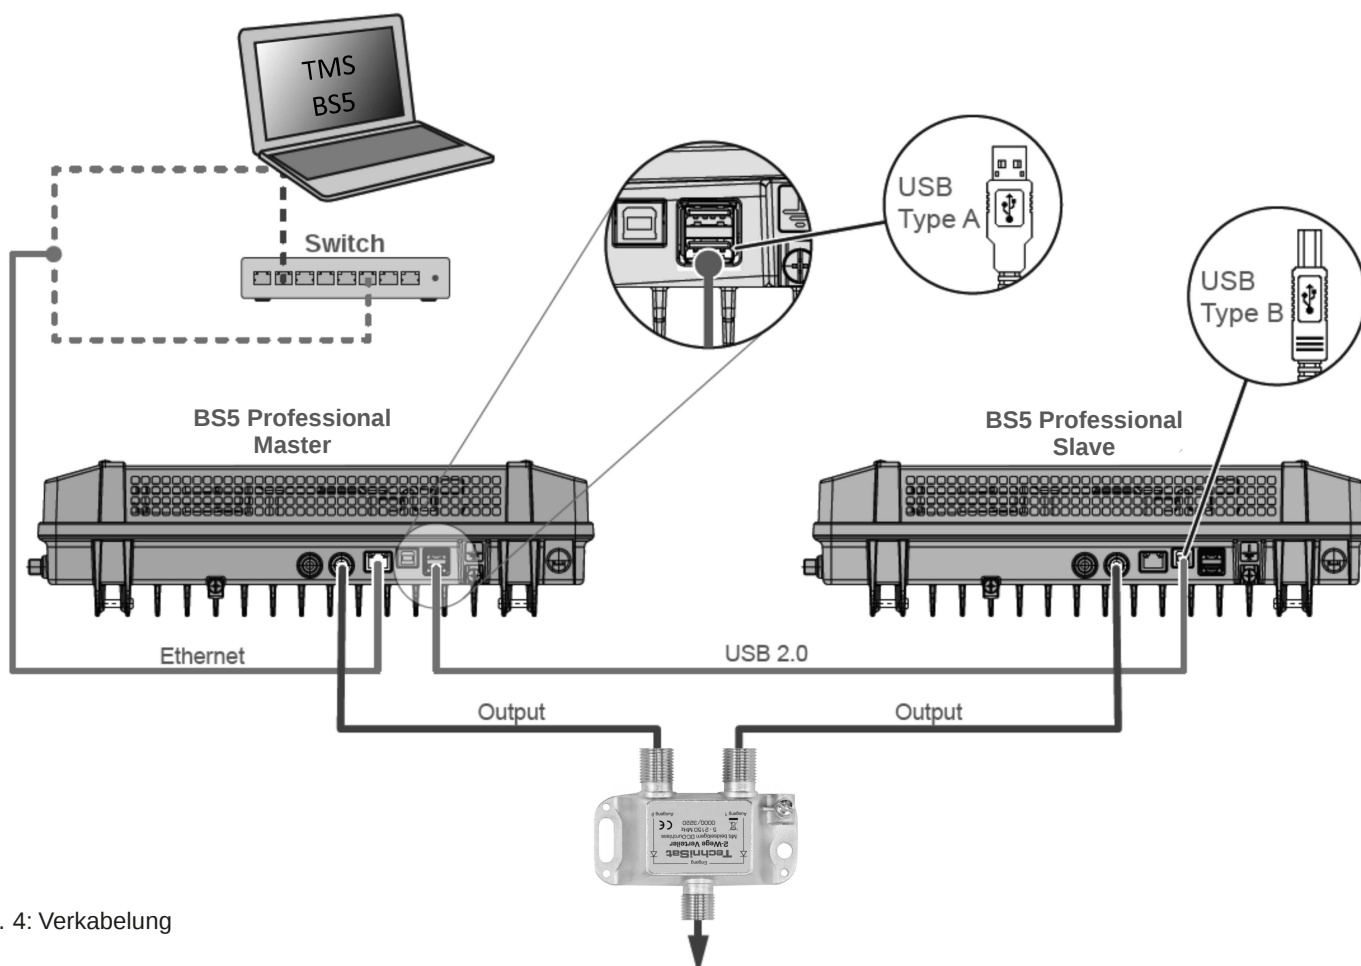

Abb. 4: Verkabelung
- Schließen Sie den Computer mit einem Ethernet-Kabel¹⁾ an die RJ45-Buchse an, bei Bedarf über ein Netzwerk; siehe Abb. 4, S. 5. Die Kopfstelle arbeitet nun als *Master*.
- Falls eine zweite Kopfstelle vorhanden ist: Schließen Sie die zweite Kopfstelle mit einem USB 2.0-Kabel an die erste Kopfstelle an (Abb. 4). Dabei gilt: